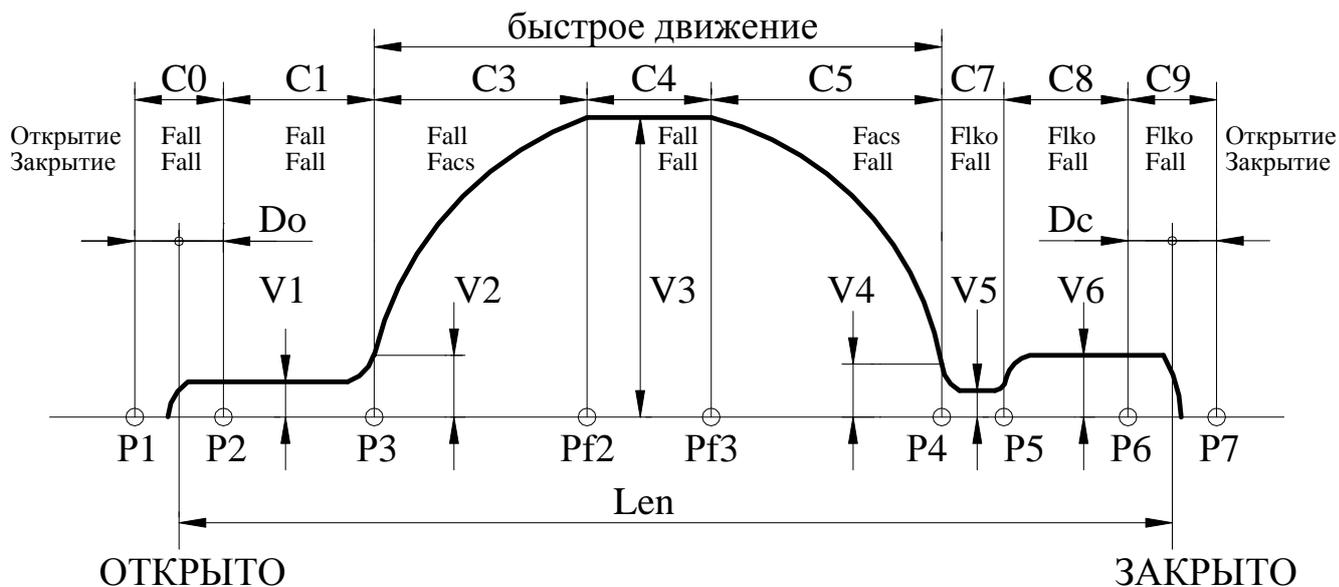

Рис.5. Траектория движения.
3.7.3.3. При **полном закрытии**, когда одновременно поданы команды ЗД и ДК и *Устройство* определило наличие упора в зоне С9 (см. **рис.5**), произойдет синхронизация *Устройства* на значении проема, ранее измеренного и записанного в память ($Len=tP.21$).
3.7.3.6. Если проем был уже промерен, то после синхронизации, *Устройство* начинает двигаться по траектории, показанной на **рис.5**.
3.7.4.2. После инициализации измерения проема необходимо подать команду ЗД. При **полном закрытии**, когда одновременно поданы команды ЗД и ДК и *Устройство* определило наличие упора в зоне С9 (см. **рис.5**), произойдет синхронизация *Устройства* на минимально возможном значении проема и будет выдан сигнал ВКЗ. После этого нужно подать команду ОД. При получении упора при открытии будет выдан сигнал ВКО. *Устройство* сравнит полученное значение длины проема с минимальным и максимальным значением и, если оно будет находиться в допустимых пределах, произойдет запись полученного значения в память, в противном случае будет выдана ошибка **ELrL** (длина проема находится вне допустимых пределов) и записи полученного значения в память не произойдет.
- 3.7.8.4. *Устройство* обрабатывает траекторию движения, показанную на **рис.5**, слева направо.
- 3.7.8.7. При **полном закрытии**, когда одновременно подан ДК и *Устройство* определило наличие упора в зоне С9 (см. **рис.5**), выдается сигнал ВКЗ. После этого *Устройство* переходит в режим одностороннего удержания.
- **E0L** – переезд зоны полного открытия (**C0, рис.5**) или полного закрытия (**C9, рис.5**). *Синхронизация* в этом случае выключается. Ошибка сбрасывается при смене кода направления вращения, но затем необходимо провести *синхронизацию* заново. При повторном неоднократном возникновении данной ошибки нужно провести **измерение проема**, если затем эта ошибка все равно будет возникать, необходимо проверить механику привода.
- $C_err=tP.61$ – участок движения (**рис.5**), на котором произошла ошибка при наличии синхронизации, $C_err=11$ при отсутствии синхронизации.
3.8.1. Рис.5, на котором показана траектория движения, отслеживаемая Устройством, поясняет назначение многих параметров, рассмотренных ниже. На рис.5 отображено также распределение сил на участках траектории отдельно при открытии и при закрытии (при переходе в режим удержания устанавливается соответствующая сила удержания).
- Если $Var_sl=1$, то точка препятствия запоминается и происходит замедление скорости движения при подходе к точке препятствия до $Vbar$. При отсутствии препятствия в том же месте, дальнейшее движение происходит по кривой, указанной на **рис.5**.
3.8.7.14. **Номер D** – C_vko (мм) – дополнительное смещение точки **P2(рис.5)** для расширения диапазона выдачи и удержания сигнала ВКО. Если препятствие находится в зоне C_vko , то выдается ВКО и включается режим одностороннего удержания. Координата точки удержания определяется из выражения $Xargo = Xup + Dkeero - 30$, где Xup – координата препятствия.
3.8.7.15. **Номер E** – C_vkz (мм) – дополнительное смещение точки **P6(рис.5)** для расширения диапазона удержания сигнала ВКЗ.